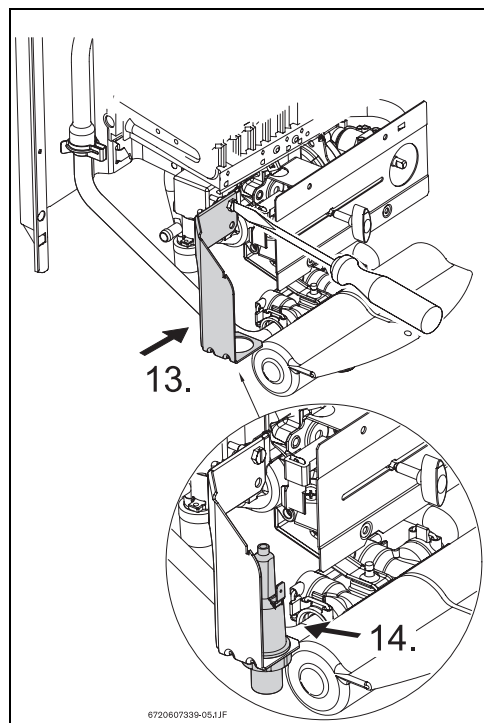

Fig. 5
- ▶ Remplacer le support présent par le support **8 701 302 181 0** (→Fig. 5, pos. 13).
- ▶ Fixer le piézo sur le nouveau support (→Fig. 5, pos. 14).